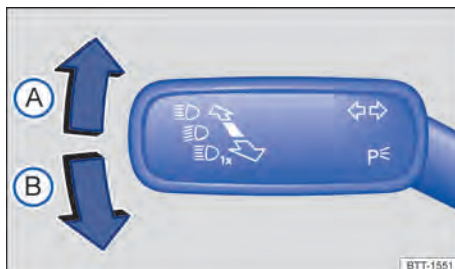

Fig. 87 À gauche sur la colonne de direction : levier des clignotants et de l'inverseur-codes
2. En partant de la position médiane, amenez le levier dans la position souhaitée → fig. 87.